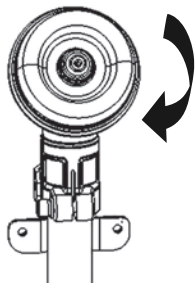

Рис. 2
1. Отсоединить гайку (по часовой стрелке), пылезащитную крышку и опорную пластину от корпуса редуктора (рис. 2 и 3).